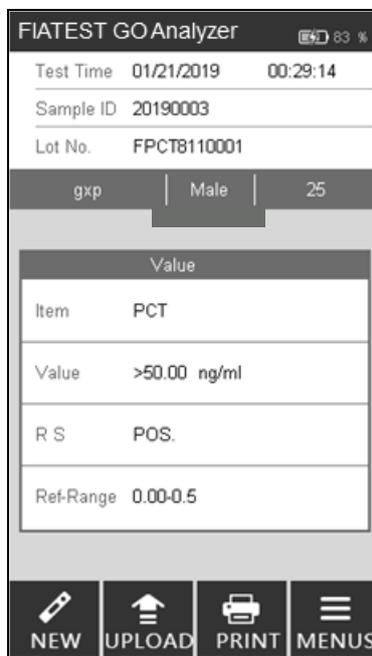

Fig 34
Paso 8: Los resultados se mostrarán después de probar. (Ref Fig 34)
Paso 8: Los resultados se mostrarán cuando se completa la prueba. (Ref Fig 34)